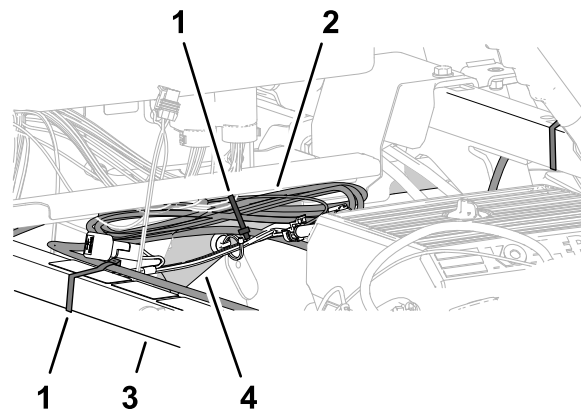

图215
1. 将过长的数据线束捆扎在右上机架管上图215。
2. 将数据线束与减震支撑管对齐并用扎带将线束固定到支撑管上图215。
3. 将数据线束与右上机架管对齐并用扎带将线束固定到机架管上图215。